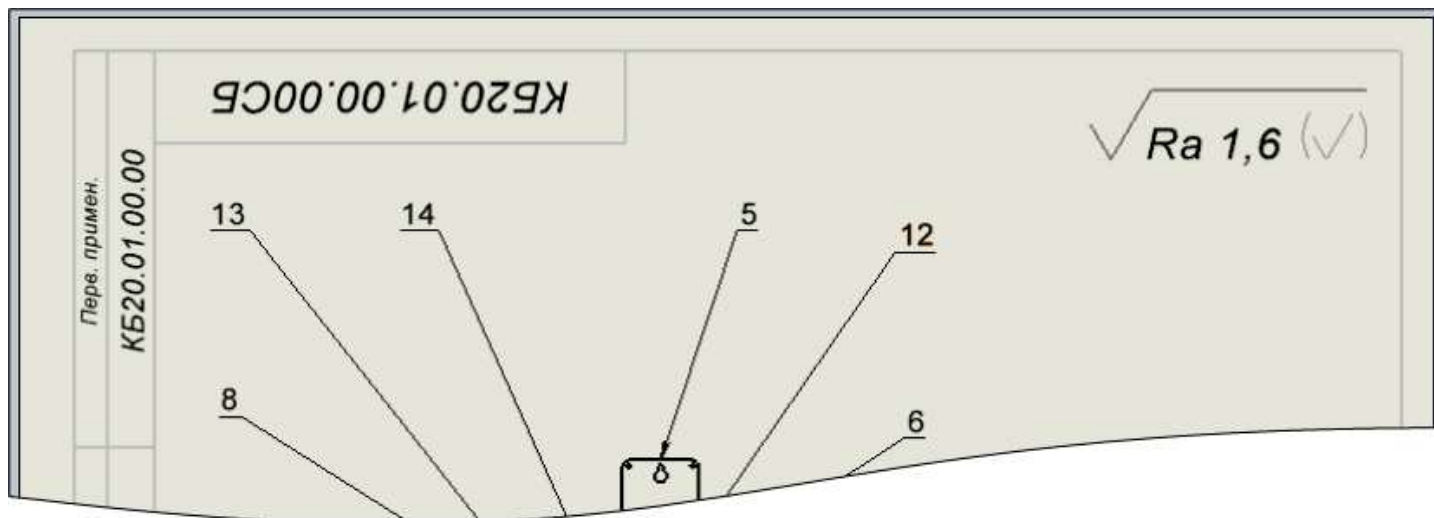

Рис. 52 – Знак неуказанной шероховатости добавлен на чертеж
5. Нажмите кнопку **Создать**. Блок со значком неуказанной шероховатости будет размещен в правом верхнем углу чертежа (рис. 52).